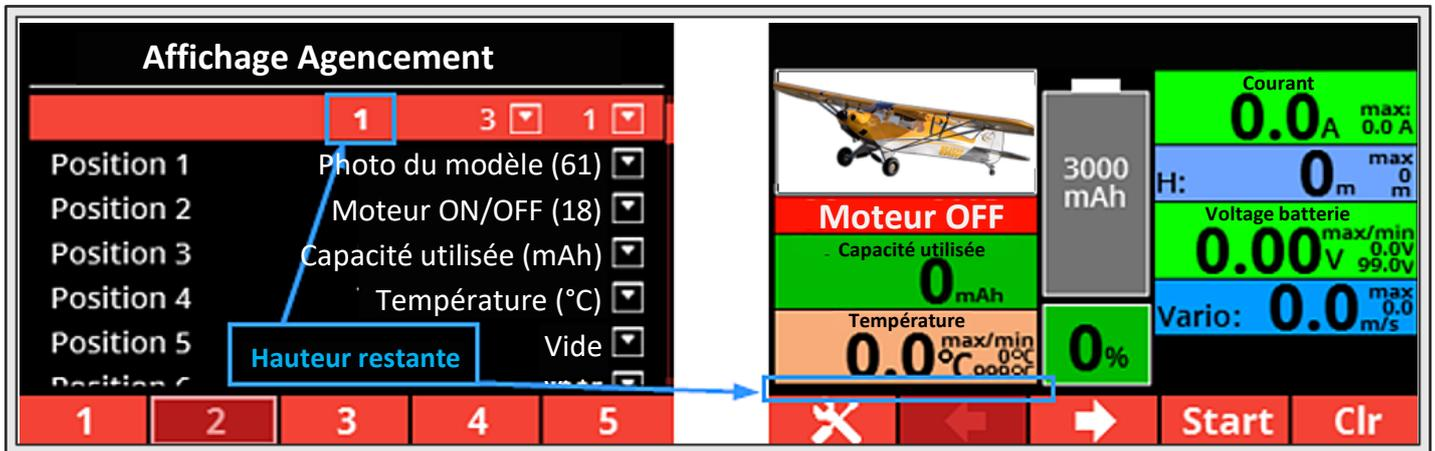

Figure 68 : Exemple de page d'affichage avec les valeurs par défaut pour la bordure et l'espace des tuiles.
L'image du **Modèle (61)** de la figure 68 image de gauche :